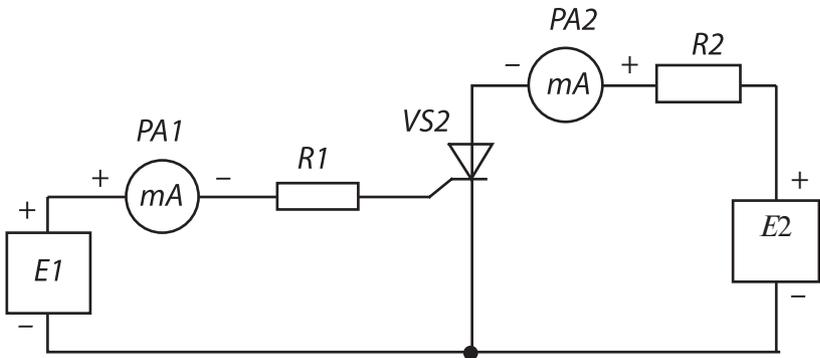

Рис. 4.1
Собрать схему, изображенную на рис. 4.1. Установить $R1 = 600 \text{ Ом}$, $R2 = 120 \text{ Ом}$. Плавно изменяя напряжение $E2$ на тиристоре убеждаются в зависимости прямого тока тиристора от прямого напряжения. Повышать напряжение следует до тех пор, пока ток миллиамперметра $PA1$ не изменится скачком.
4.2. При снятии ветви характеристики, соответствующей обратному включению диода, полярность источника $E2$ меняют на обратную, показанную на рис. 4.1, а его напряжение изменяют через интервал 5–10 В (в зависимости от типа исследуемого диода). Величину обратного тока фиксируют микроамперметром $PA1$, а напряжение на диоде вольтметром V^* . Результаты измерений записываются в заранее подготовленную таблицу.
4.3. Для снятия ветви характеристики, соответствующей прямому включению диода, полярность источника $E2$ устанавливают как показано на рис. 4.1 и далее изменяя напряжение источника $E2$ с интервалом 3–5 В, фиксируют значения тока микроамперметром $PA1$, а напряжение на диоде – вольтметром V^* .